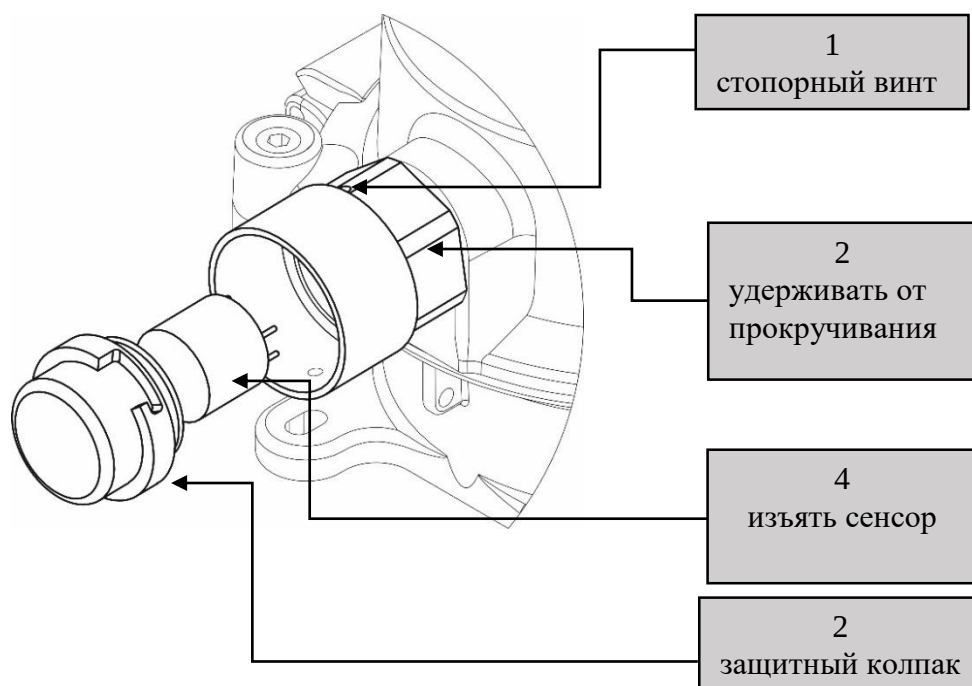

Рисунок 14 - Порядок замены оптического сенсора
**Замена сенсора** Для замены оптического сенсора (см. рисунок 14) необходимо: